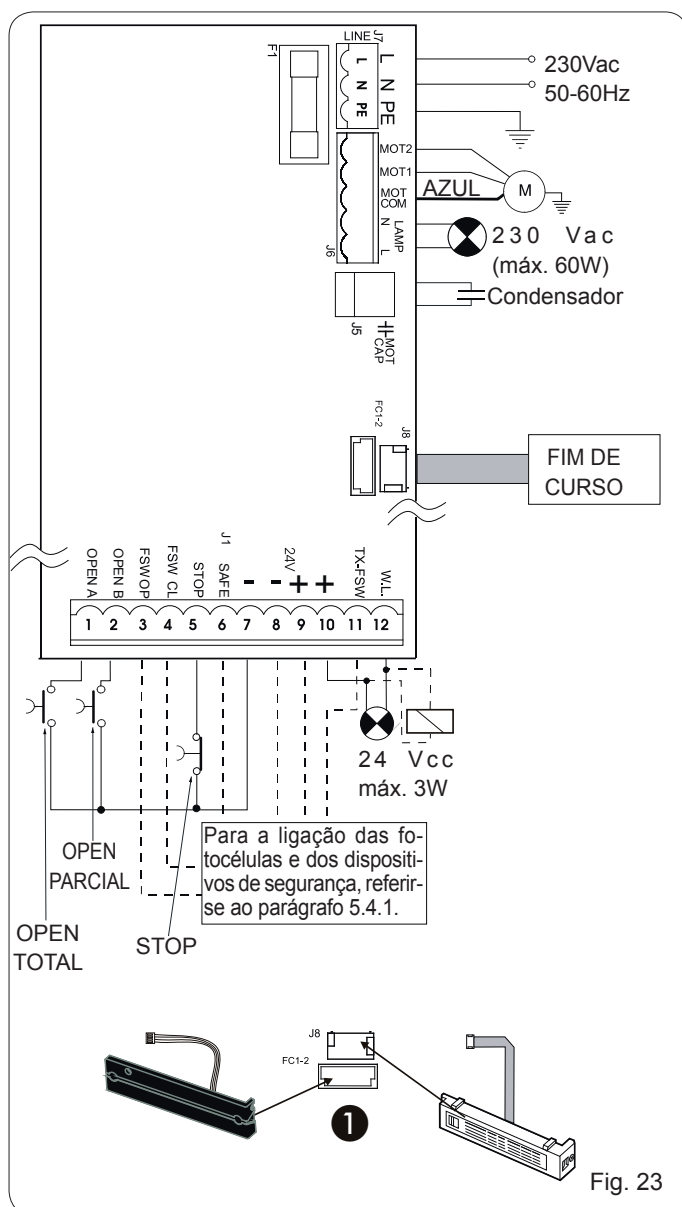

Fig. 23
5.4.2 PLACA DE BORNES J7 - ALIMENTAÇÃO (FIG. 23)
5.4.3 PLACA DE BORNES J6 - MOTORES E PISCA-PISCA (FIG. 23)
5.4.4 PLACA DE BORNES J1 - ACESSÓRIOS (FIG. 23)
Conector de encaixe rápido para a ligação do fim de curso. Permite ligar ao equipamento tanto o fim de curso MLS como o indutivo (fig. 23 ref. ❶).